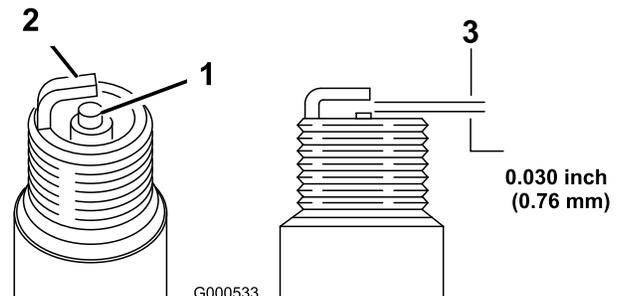

Bild 23
- Sehen Sie sich die Mitte der Zündkerze an (Bild 23). Wenn der Kerzenstein hellbraun oder grau ist, ist der Motor richtig eingestellt. Eine schwarze Schicht am Kerzenstein weist normalerweise auf einen schmutzigen Luftfilter hin.
- Prüfen Sie den Abstand zwischen den mittleren und seitlichen Elektroden (Bild 23). Verbiegen Sie die seitliche Elektrode, wenn der Abstand nicht stimmt.